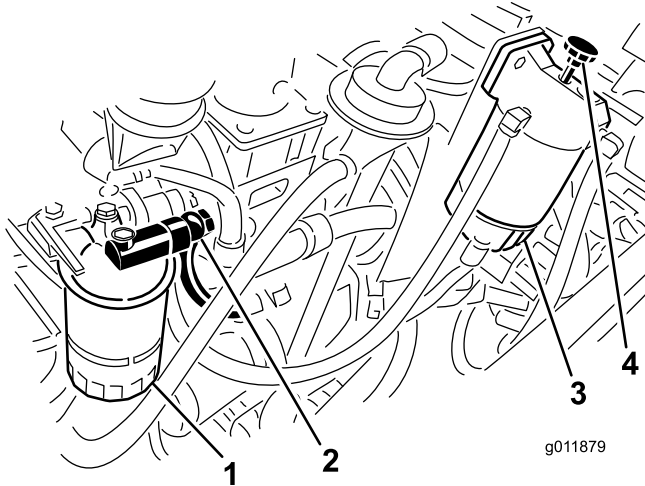

Bild 64
5. Lösen Sie den Ringstutzen am Gehäuse des Kraftstofffilters (Bild 64).
6. Lassen Sie die Wasserabscheider-Vorpumpe so lange laufen, bis Kraftstoff ungehindert aus dem Ringstutzen tritt (Bild 64).